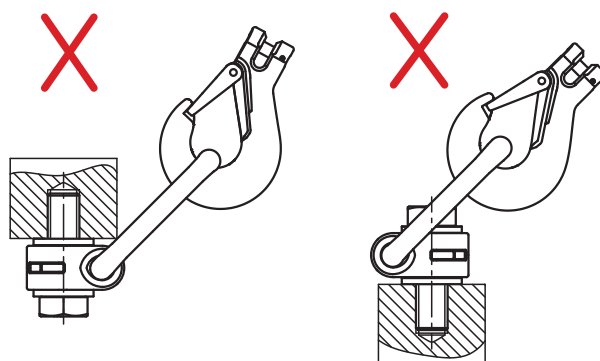

Figure 3
- le maillon est toujours mobile à l'intérieur de ses limites et ne se bloque pas, il doit pouvoir être tourné à 90° et pivoté à 360° (figure 3).
- Les points d'ancrage doivent être placés par rapport à la charge de manière à ce que le dispositif d'élingage ne soit pas dévié par d'autres éléments de la structure. Il convient de tenir compte du fait que tout endommagement éventuel du dispositif d'élingage par des pièces de la structure, telles que des arêtes vives, est exclu. (Figure 3)